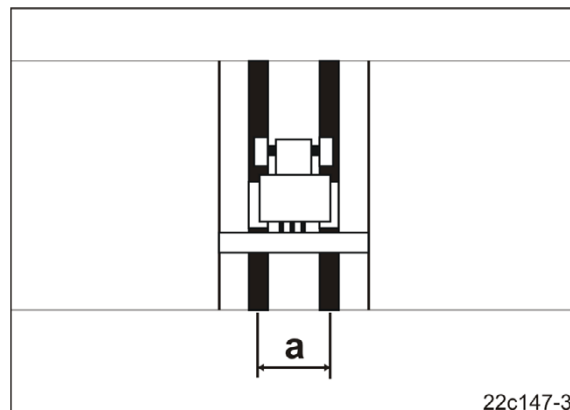

Fig. 150
- kjøresporet er innstilt på sporbredden (Fig. 150/a) til pleietraktoren